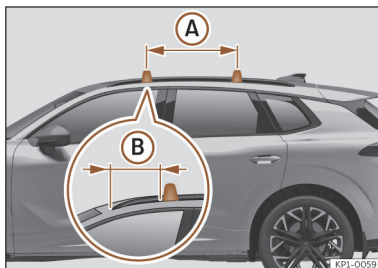

Fig. 194 Pontos de fixação das barras longitudinais para a bagageira do tejadilho.
As barras transversais montam-se nas barras laterais do tejadilho. A distância entre barras transversais >>> **Fig. 194** (A) deverá ser entre 70 e 90 cm e a distância das barras transversais com os suportes das barras laterais do teto (B) deverá ser de 9 cm.